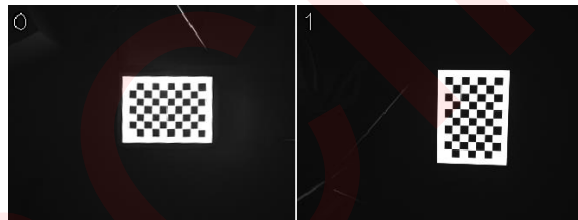

图 4-3 标定板第 1 个位置示意
- 第 1 个位置，保证标定板在主相机视野与图像坐标系 X/Y 轴垂直，如图 4-3 中 0 号图所示。